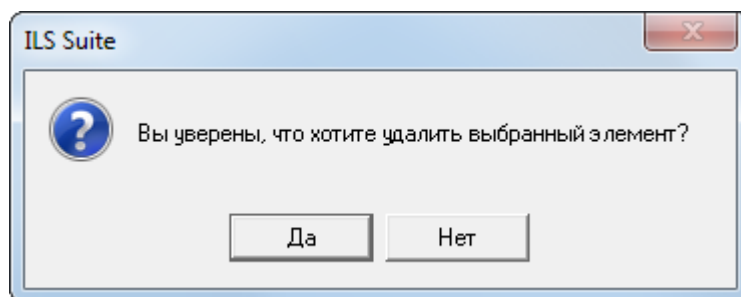

Рис. 9-41 – Информационное сообщение
4) В открывшемся диалоговом окне нажать «Да» для подтверждения действия (рис. 9-41).